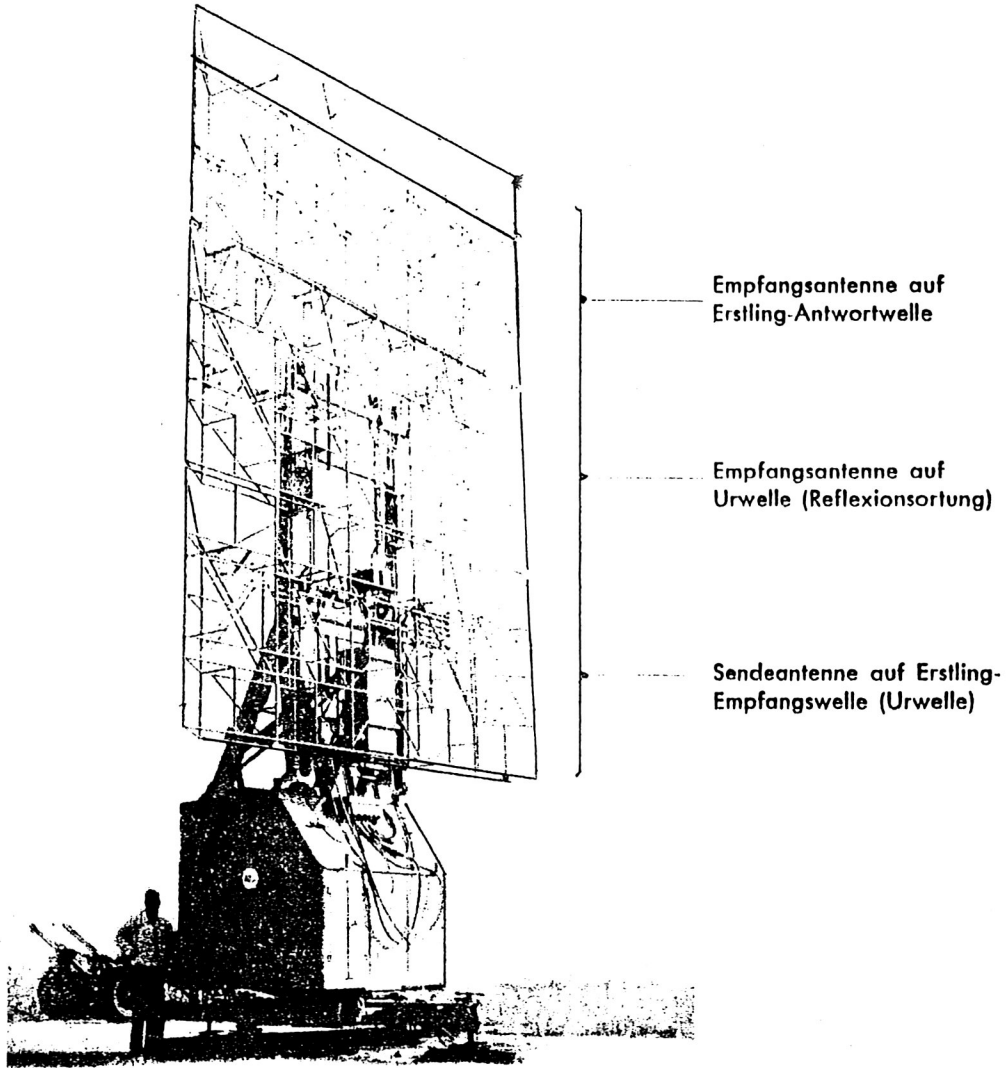

Abb. 4
3. In Sonderfällen, wo Reflexionsempfänger betrieben werden, ist auch ein **Empfangsspiegel** für Reflexionsortung vorhanden (Abb. 4, mittlerer Antennenspiegel).
Solange der Jagdverband geschlossen fliegt, hat nur das Führerflugzeug bzw. Meßflugzeug die **Verbandskennung** (Abb. 4, Stellung 2) geschaltet. Die anderen Flugzeuge schalten erst dann auf **Reichskennung**, wenn sie vom Verband abgesplittert sind.